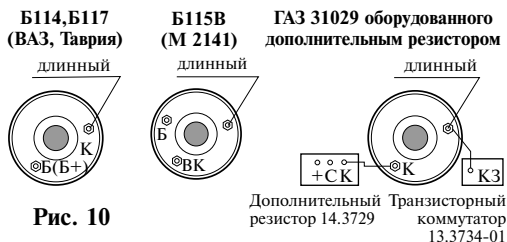

Рис. 10
- с прерывателем (для контактной системы зажигания) Рис. 10.
- коммутатором (для бесконтактной системы зажигания) Рис. 10.
ГАЗ - рядом с отверстием для прокладки кабеля, около рулевой колонки, см. рис.10.